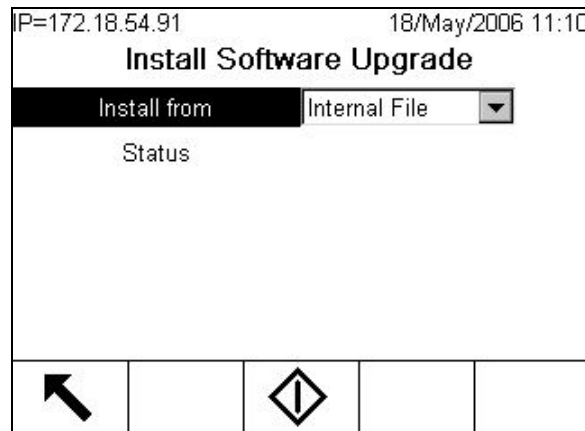

Figura 3-1: Schermata di aggiornamento del firmware
4. Utilizzare i tasti freccia per evidenziare Maintenance (Manutenzione) >Run (Avvio)>Install Software Upgrade (Installa aggiornamento software). Dopo aver evidenziato il nodo, premere INVIO. Verrà visualizzata la schermata illustrata nella Figura 3-1.